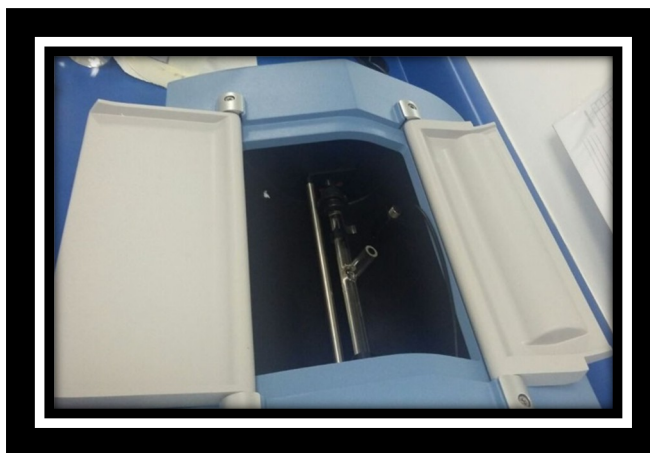

Figura 10
- 6.3.7 Secar el exterior de la celda con un paño seco y abrir la puerta para colocarla en la base dentro del polarímetro en posición horizontal. (Figura 10)..